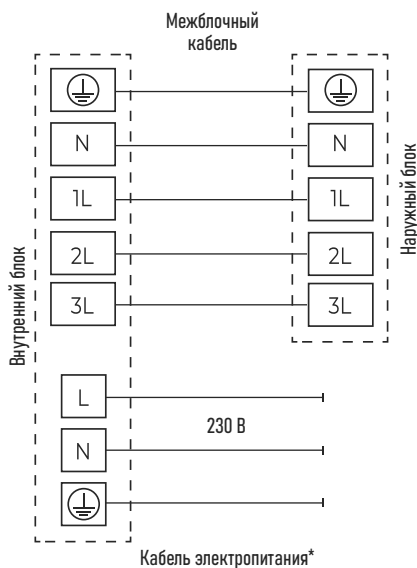

Рисунок 14
- Подсоедините провода питания и сигнальный провод в соответствии со схемой на стр. 11 и рис. 14.
- Подключите соединительные провода в соответствии со схемой на стр. 12 и рис. 14.